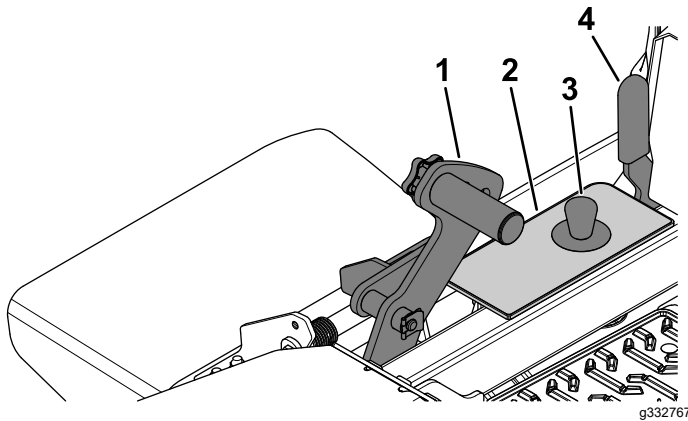

Figura 29
1. Spingete il pedale di sollevamento del piatto completamente in avanti per bloccare il piatto in posizione di TRASPORTO (corrispondente, inoltre, all'altezza di taglio di 140 mm) come illustrato nella **Figura 29**.
2. Per regolare, spostate la spina dalla staffa dell'altezza di taglio (**Figura 29**).
3. Nella staffa dell'altezza di taglio scegliete un foro corrispondente all'altezza richiesta, ed inserite la spina (**Figura 29**).